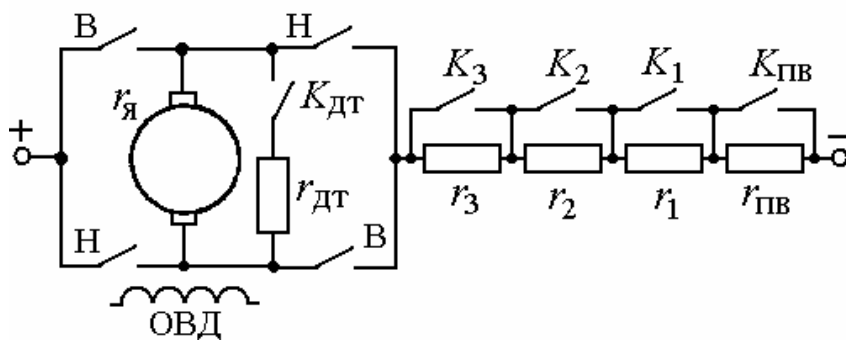
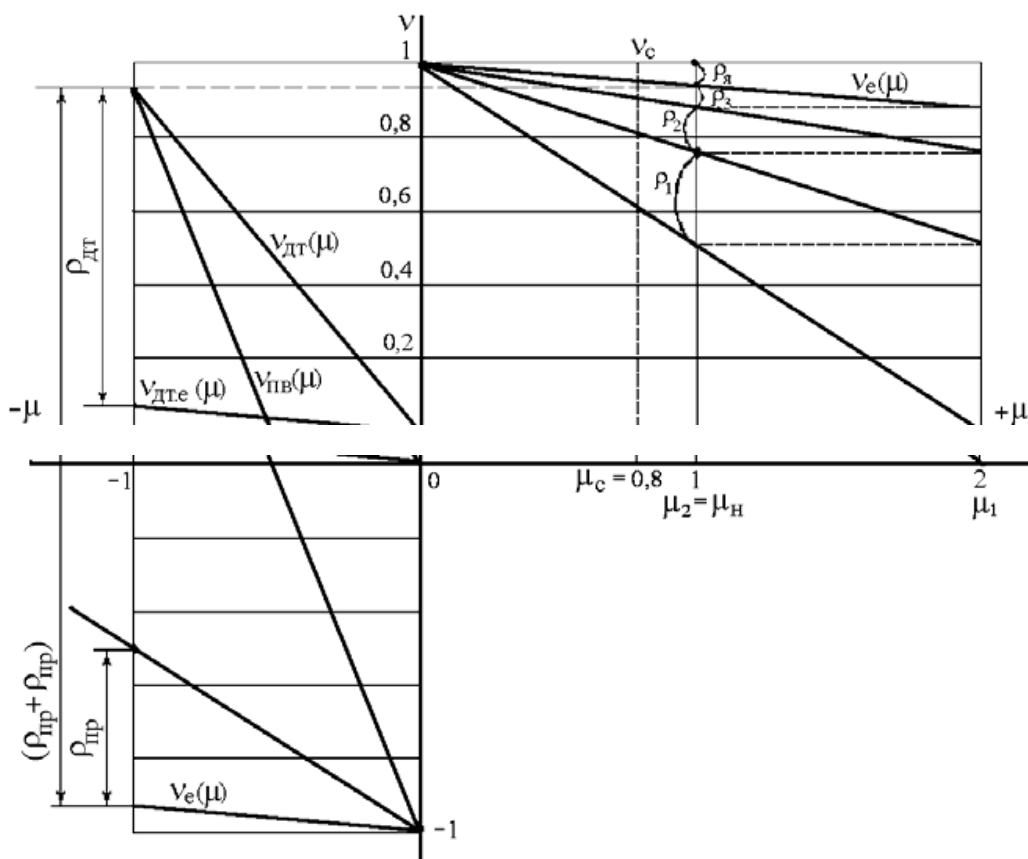

Рис.8. Схема электропривода с реостатно-релейным управлением
Рис.9. Механические пусковые и тормозные характеристики ДПТНВ
**Задача 17.** Для привода с двигателем постоянного тока независимого возбуждения (ДПТНВ) с реостатно-релейным управлением(рис.8) рассчитать величины ступеней пусковых сопротивлений. Номинальные значения паспортных величин двигателя:  $P_n = 8,5 \text{ кВт}$ ;  $U_n = 220 \text{ В}$ ;  $I_n = 44 \text{ А}$ ;  $\omega_n = 94 \text{ рад/с}$ . Максимальный пиковый момент двигателя при пуске  $\mu_1 = 2$ . Относительные значения момента переключения ступеней пускового сопротивления  $\mu_2 = 1$ , статического момента нагрузки  $\mu_c = 0,8$ .
2. Найти число ступеней пуска  $m$  и построить характеристики реостатного пуска (рис.9).
**Задача 18.** Для привода постоянного тока с реостатно-релейным управлением (см. рис.8) рассчитать степень сопротивления для торможения противовключением и для динамического торможения. Характеристики приведены на рис.9. Номинальные значения параметров двигателя:  $P_n = 8,5 \text{ кВт}$ ;  $U_n = 220 \text{ В}$ ;  $I_n = 44 \text{ А}$ ;  $r_{я} = 0,3 \text{ Ом}$ ;  $\omega_0 = 100 \text{ рад/с}$ ;  $\omega_n = 94 \text{ рад/с}$ . Двигатель переключается в тормозной режим потивовключения или динамического торможения при  $\mu_c = 1$  и  $v = v_n$ . Максимальный тормозной момент припереключении  $\mu_r = 1$ . Пусковые характеристики